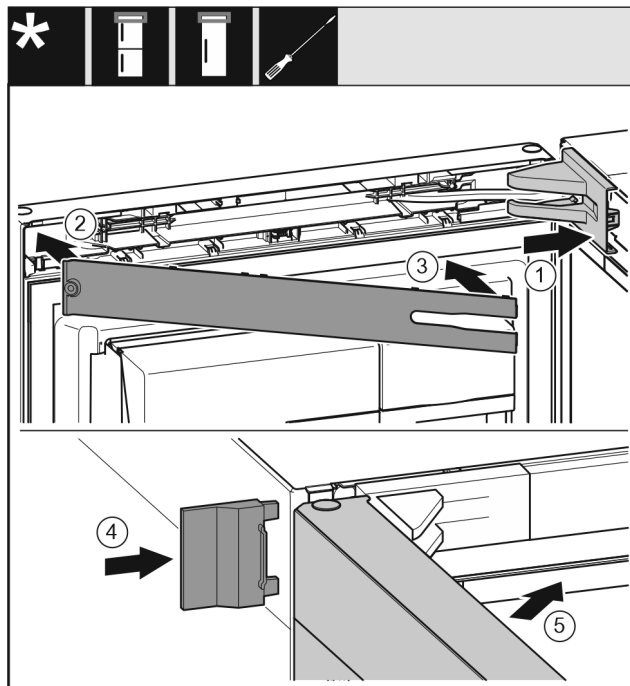

Fig. 43
- ▶ Namestite pokrov ležajnega podstavka Fig. 43 (1) in ga zaskočite, po potrebi ga previdno potisnite narazen.
- ▶ Namestite zaslonko Fig. 43 (2).
- ▶ Obrnite zaslonko Fig. 43 (3) not in jo zatakните.
- ▶ Navlecite zunanji pokrov Fig. 43 (4).
- ▶ Zaprite zgornja vrata Fig. 43 (5).